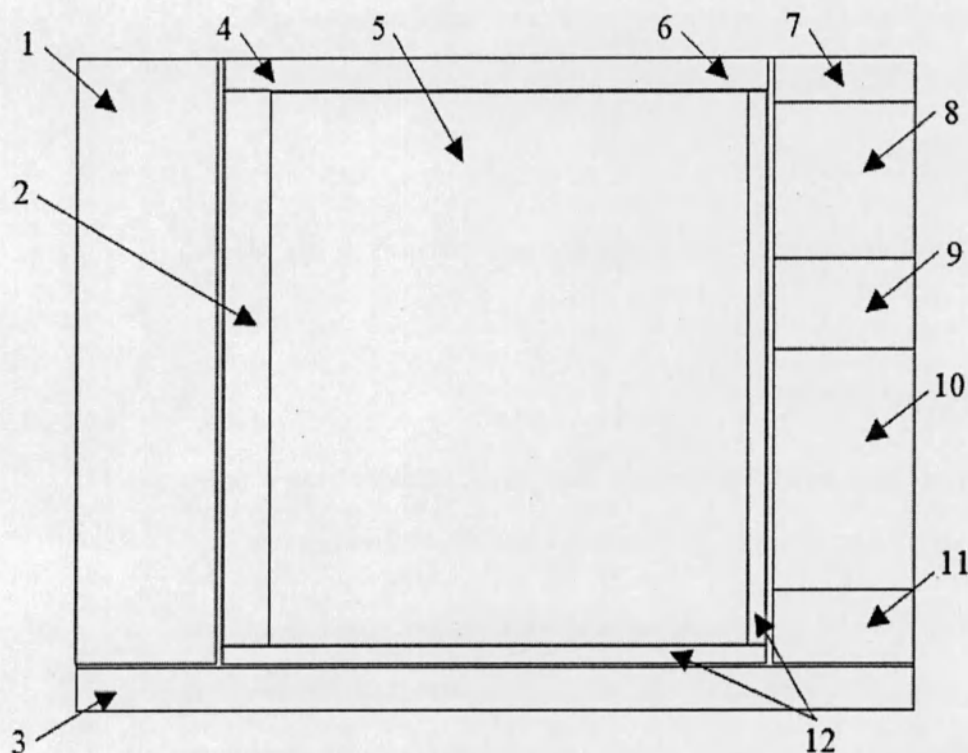

Рисунок 3.1 – Расположение областей отображения информации на экране системы
– Клавиша управления, используемая для регулирования качества изображения. При включении системы в поле параметров сканирования на экране высвечивается надпись **F Middle** (см. рис. 3.1).
В окне **Zone** можно выбрать область обследования. Текущая область обследования отображается в окне 11 на экране системы (см. рис. 3.1).
Функциональные клавиши (поле 3 на рис. 3.1), отображаемые на экране системы для управления параметрами сканирования текущего режима, описываются в разделе 2.3.2 **Стандартная компьютерная буквенно-цифровая клавиатура**. Изменение режимов осуществляется нажатием клавиш **F1 ~ F12** на клавиатуре или экранных кнопок при помощи шарового манипулятора.
Используя меню или диалоговое окно в соответствующем поле протокола можно указать идентификационный номер пациента. Подробное описание см. в Разделе 4.3.1 **Протокол обследования**. Кроме того, можно изменить идентификационные номер пациента. Для этого нажмите кнопку [**Patient**] на панели управления (см. рис. 2.1). В поле 6 (рис. 3.1) следующий пациент будет обозначен как Pat 2 и т.д.. Для получения информации
Результаты измерения и расчетов указываются в окне 10, см. рис. 3.1. Чтобы просмотреть большее число результатов измерений и расчетов можно увеличить вертикальную границу окна 10. Для этого нажмите кнопку [Tab] на клавиатуре. Для восстановления начальных размеров окна 10 нажмите кнопку [Tab] еще раз.
Текущий тип измерений и область обследования представлены в окне 11, см. рис. 3.1. Во второй строке показаны текущие измерения. Например, при измерении объема отображается название метода измерения (1P1-LD). В таком случае в первой строке появится подсказка относительно того, какой тип измерений необходимо выполнить для расчета объема методом, указанным во второй строке – Length (длина). После измерения длины, во второй строке появится еще одна подсказка относительно следующего необходимого измерения – Diameter (диаметр).
В режиме **Сканирования** активируется только один из датчиков, выбранных оператором, выполняется сканирование обследуемого органа, и полученное изображение выводится на экран монитора. Индикатор выбора данного режима отображается в поле 8 на рис. 3.1. В нижней части этого поля подсвечивается символ «Scan».